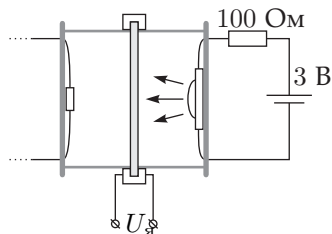

Рис. 5
1. Соберите установку, указанную на схеме (рис. 5). Закрепите ЖК-ячейку между корпусами фото- и светодиодов. Корпуса должны плотно соприкасаться с ячейкой, чтобы уменьшить фоновую засветку. Сверху накройте установку чёрной плёнкой (закрепите резинкой). Снимите зависимость интенсивности прошедшего света $I_{\text{пр}}$ (в относительных единицах) от напряжения $U_{\text{я}}$ на ячейке. Исследуйте диапазон $U_{\text{я}}$ от 0 В до 9 В. ЖК-ячейка является неполярной. Для измерения интенсивности света пользуйтесь люксметром (см. примечание).